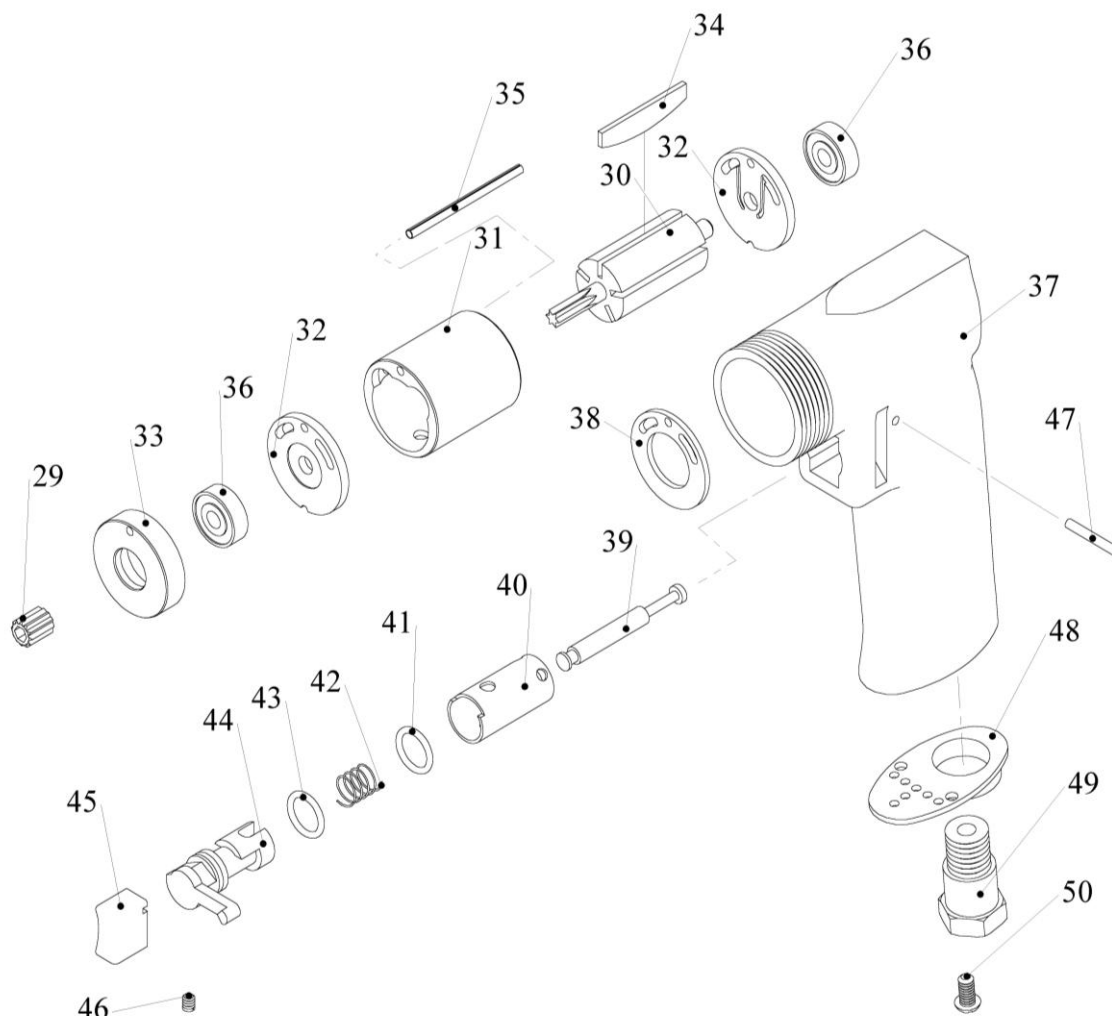
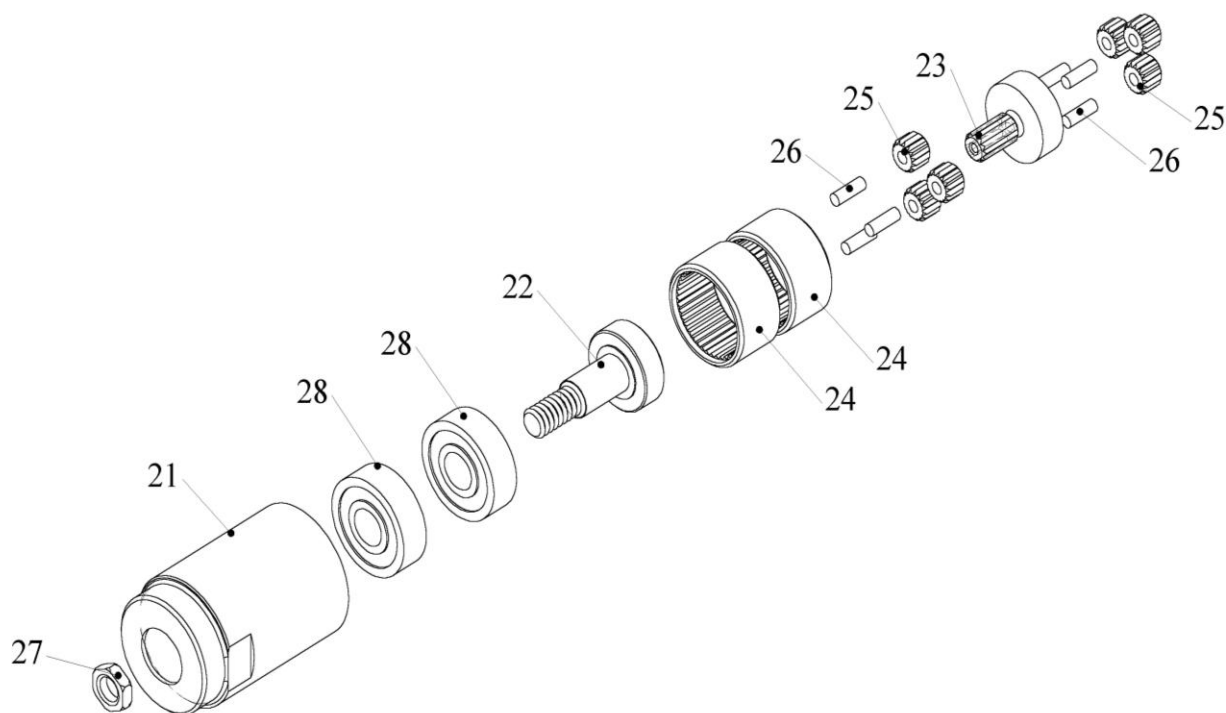
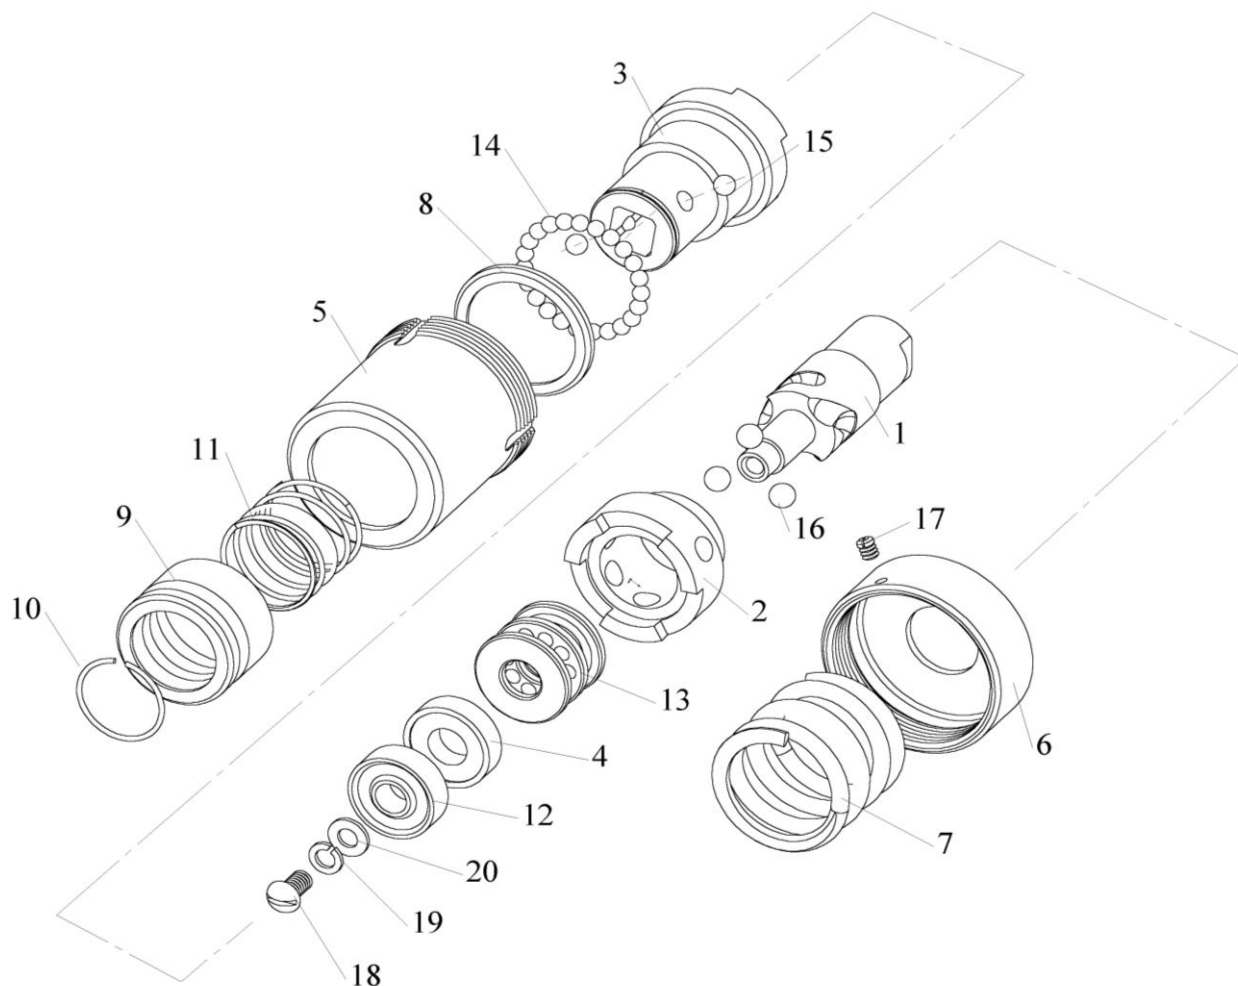

Рис. 2
Рис. 3
Рис.4
Вальцовочная машина работает следующим образом: при нажатии на курок пускового устройства (рис. 2) воздух поступает в пневматический двигатель и вращает ротор. Вращение ротора через планетарный редуктор (рис. 3) передается муфте предельного момента (рис. 4) и вальцовке, закрепленной в быстроразъемном соединении ведомого кулачка муфты. Вращение вальцовки по часовой стрелке происходит при верхнем положении переключателя направления вращения.
7.8. Если значение внутреннего диаметра трубы после развальцовки меньше полученного по формуле, то следует поджать пружину 7 муфты (рис. 4). Для чего необходимо: удерживая рукой муфту за корпус 5, закрутить крышку 6.